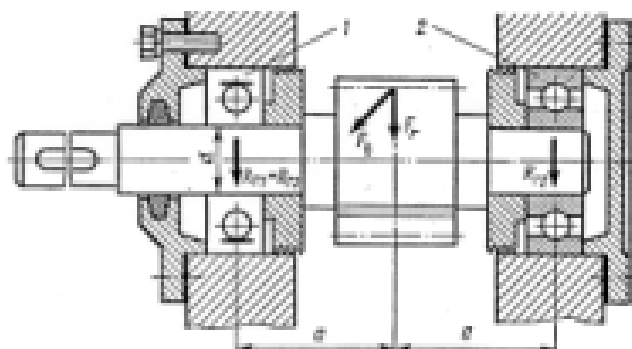

Рисунок 13 Исходная схема
1. Ознакомится с заданием рисунок 13.
- a. (XZ) $R_{1r} = R_{2r} = F_t / 2$;
- b. (XY) $R_{1b} = R_{2b} = F_r / 2$;